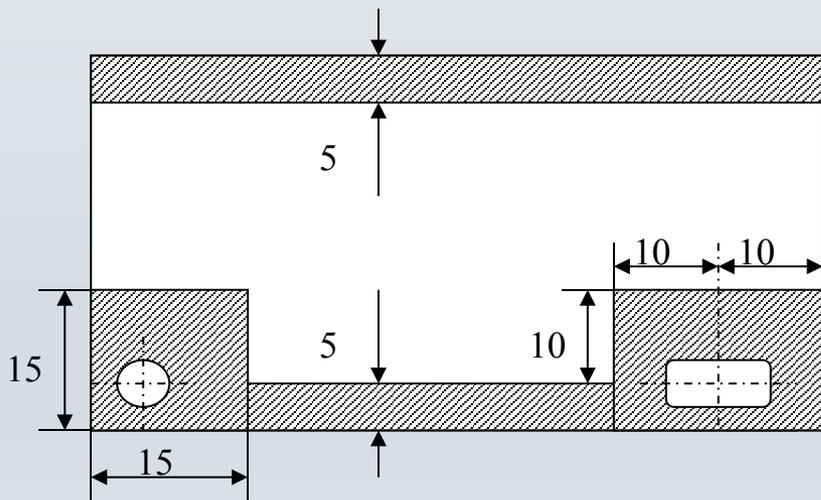

图 5
- 2.对于卧插元件，其非电插区（定位盲区和边缘盲区）为图5所示画有剖线的区域。